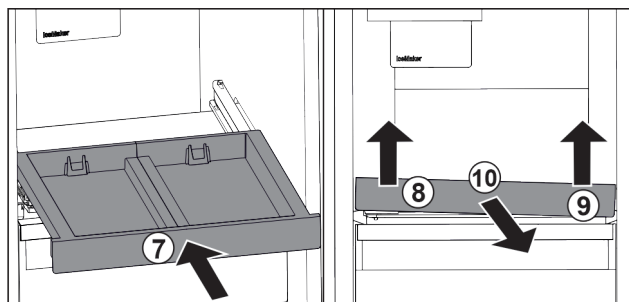

Fig. 91
- ▶ Inserați raftul extractibil. Fig. 91 (7)
- ▶ Ridicați raftul extractibil din față stânga. Fig. 91 (8)
- ▶ Ridicați raftul extractibil din față dreapta. Fig. 91 (9)
- ▶ Extrageți raftul extractibil spre înainte. Fig. 91 (10)